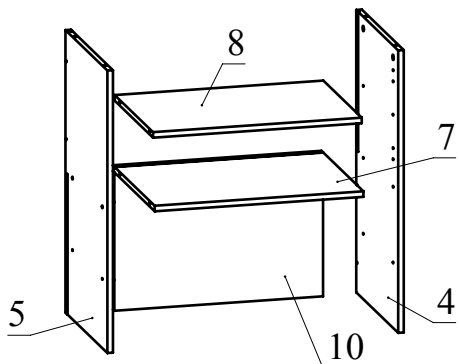

Рис.5
5. Установите деталь 10 на деталь 7 и зафиксируйте, повернув конфирматным ключом головки минификсов по часовой стрелке до упора (Рис. 5).
6. Установите детали 7, 8, 10 на деталь 5 и зафиксируйте, повернув конфирматным ключом головки минификсов по часовой стрелке до упора. Установите деталь 4 на полученную сборку и зафиксируйте, повернув конфирматным ключом головки минификсов по часовой стрелке до упора (Рис. 5).